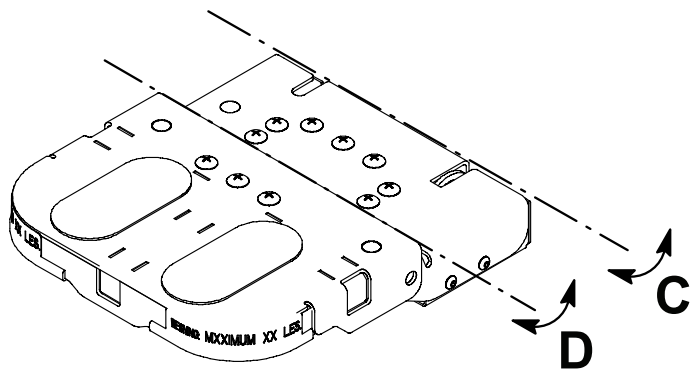
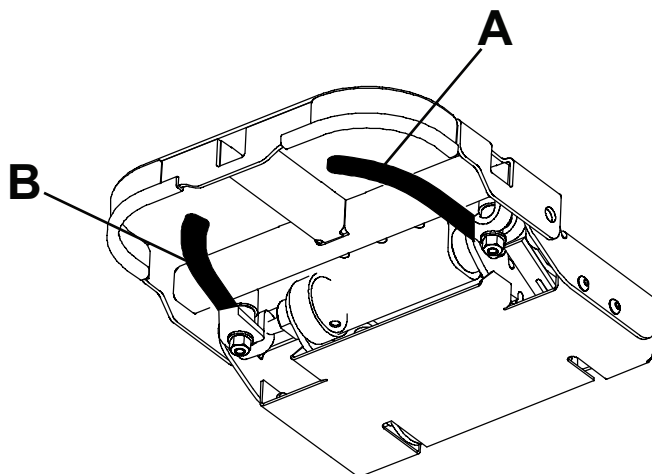

Figura 8 – Rotação da peça de cabeça
Figura 9 – Localização das peças
- A pega (A) (Figura 9) liberta um fecho e roda a peça de cabeça sobre o eixo (C) (Figura 8).
- A pega (B) (Figura 9) liberta o outro fecho e roda a peça de cabeça sobre o eixo (D) (Figura 8).